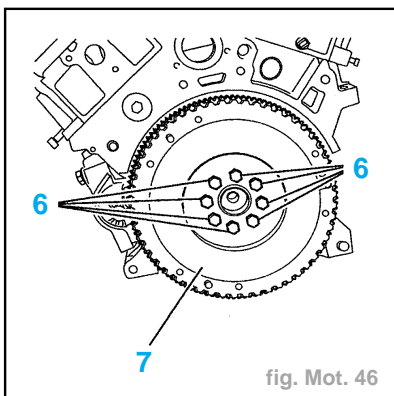

fig. Mot. 46
- Déposer (fig. Mot. 46) :
- les vis (6)
- le volant moteur (7)